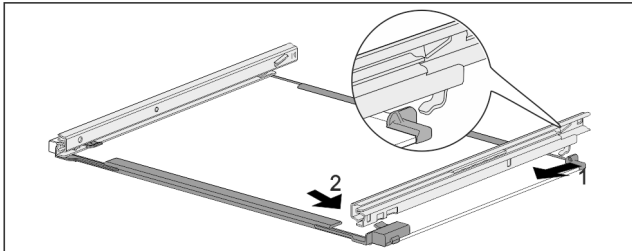

Fig. 82 Placa de sticlă cu șine
- ▶ Agățați șina în partea din spate. Fig. 82 (1)
- ▶ Înclicetați șina în partea din față. Fig. 82 (2)